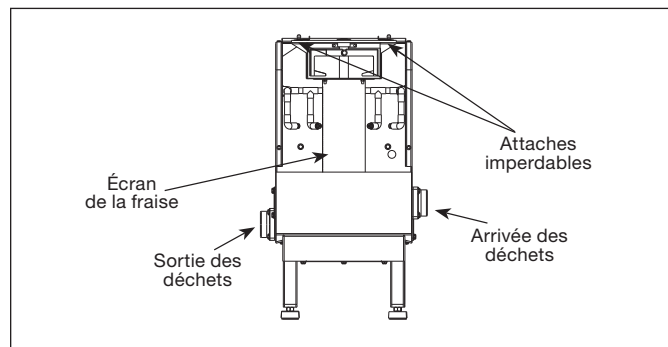

Figure 14. Couvercle enlevé
- B. Retirez le support de coussinet de fraise en glissant les deux attaches imperdables vers le centre, puis tirez le support vers le haut (voir la figure 14).
- C. Soulevez la fraise et l'écran et retirez-les (voir la figure 14).